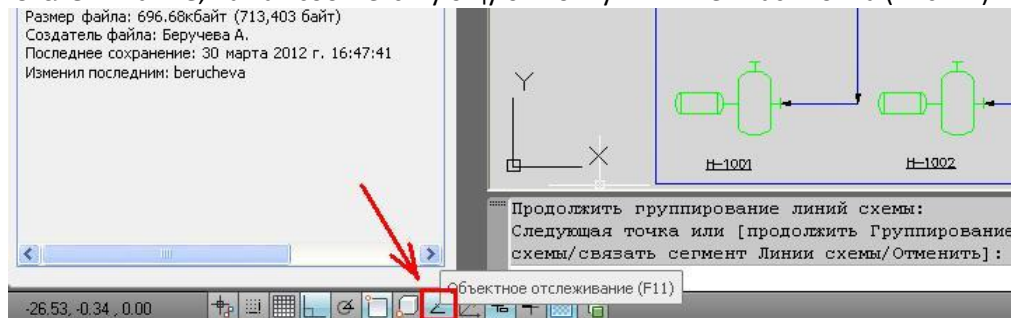

Рис. 11
- Для удобства создания монтажно-технологических линий включите **Объектное отслеживание**, нажав соответствующую кнопку в нижней части окна (Рис. 11).